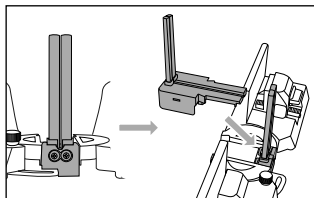

Abb. 6
- ◆ Stellen Sie das Schneidführungselement A **9** von oben in die dafür vorgesehene Aussparung (siehe Abb. 6). Das Schneidführungselement A **9** steht vorerst instabil.
- ◆ Stecken Sie das Schneidführungselement B **10** bis es einrastet von oben in die dafür vorgesehene Aussparung (siehe Abb. 6).